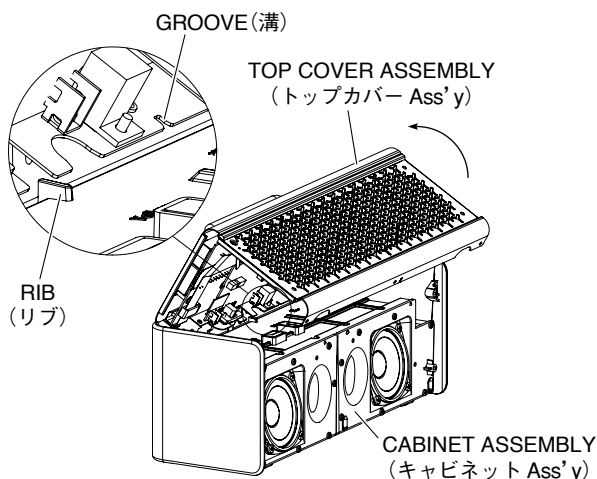
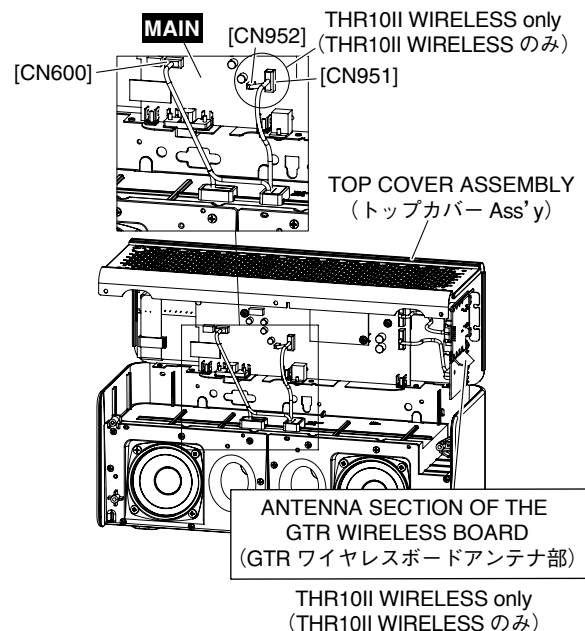

Fig. 3 (図 3)
Fig. 4 (図 4)
- 1-6. Lift the top cover front lower side after pulling it toward you. (Fig. 3)
- 1-7. **THR10II WIRELESS** : Disconnect the three (3) connector assemblies from CN951, CN952 and CN600 on the MAIN circuit board. The top cover assembly can then be removed. (Fig. 4)
THR10II : Disconnect the connector assembly from CN600 on the MAIN circuit board. The top cover assembly can then be removed. (Fig. 4)
- 1-6. トップカバーのフロント下側を手前に引いてから持ち上げます。(図 3)
- 1-7. **THR10II WIRELESS** : MAIN シートの CN951、CN952、CN600 から 3 つの束線を外し、トップカバー Ass'y を外します。(図 4)
THR10II : MAIN シートの CN600 から束線を外し、トップカバー Ass'y を外します。(図 4)
* *To install the top cover assembly, align the end face of the top cover with the end face of the cabinet assembly as shown in Fig. 3 and lower the front side to fit them together (to avoid causing damage to the antenna section of the GTR wireless board (Fig. 4)).*
※ トップカバー Ass'y を取り付ける時は、図 3 のようにキャビネット Ass'y の端面にトップカバーの端面を合わせてからフロント側を降ろしてはめ込むこと。(GTR ワイヤレスボードのアンテナ部の破損防止 (図 4))